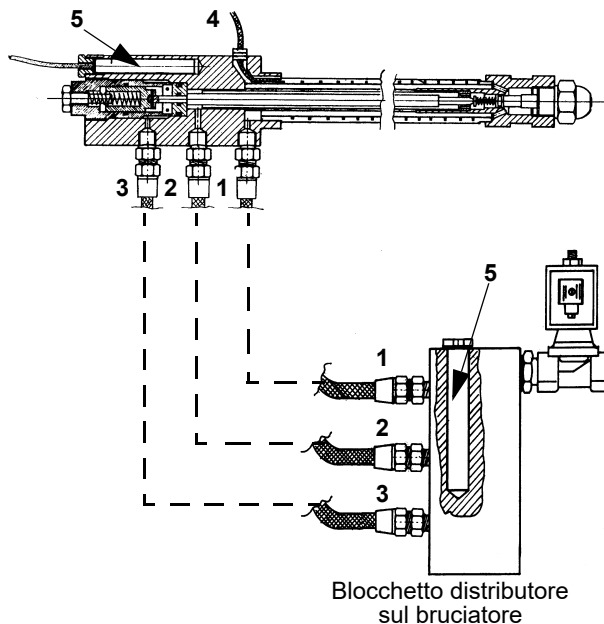

Fig. 23
- 3 per sostituire gli elettrodi, svitare le viti di fissaggio **VE** dei due elettrodi e sfilarli: inserire i nuovi elettrodi e prestare attenzione alle quote indicate in mm in Fig. 23; procedere al rimontaggio seguendo la procedura inversa.